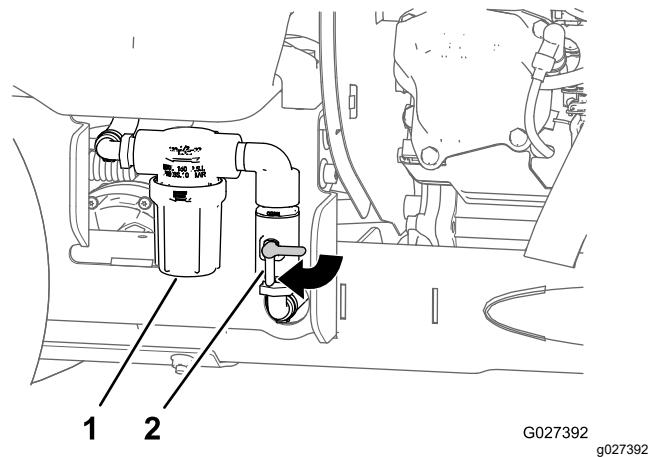

Figure 42
6. Tournez la vanne d'arrêt de la pompe dans le sens horaire à la position OUVERTE (Figure 42).